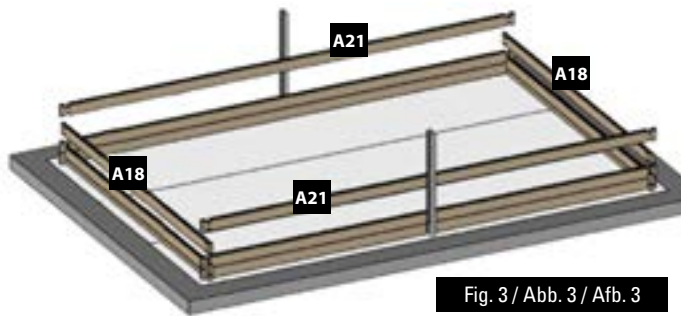

Fig. 3 / Abb. 3 / Afb. 3
- EN 3rd LAYER OF BOARDS:** Install the third layer of boards as shown in figure 3. The position of the refilling fitting with the key and the skimmer should be defined at the start of the assembly (read the specific paragraphs).
- FR 3^{ÈME} RANGÉE MADRIERS :** Positionnez les madriers de la 3^{ème} rangée conformément à la figure 3. Vous devez avoir déterminé l'emplacement de la buse de refoulement et du skimmer dès le début du montage (voir paragraphes spécifiques).
- DE 3. BRETTREIHE:** Platzieren Sie die Bretter der dritten Reihe laut Abb. 3. Zu Beginn der Montage müssen Sie die Lage des Druckventils und des Skimmers festlegen (lesen Sie hierzu die entsprechenden Abschnitte).
- NL 3ª RIJ PLANKEN:** Plaats de planken van de derde rij zoals te zien is op afbeelding 3. U moet al bij aanvang van de montage bepalen op welke plaats het uitstroombondstuk en de skimmer moet komen (less de betreffende paragrafen).